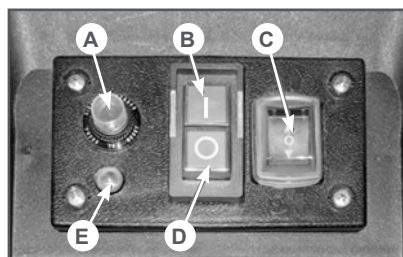

Рис. 2 Панель управления
2. Установите, нажатием на клавишу, переключатель С (Рис. 2) режима работы Вперед/Назад в положение Вперед.
3. Установите, нажатием на клавишу, электромагнитный выключатель В (Рис. 2) в положение ON «I» (ВКЛЮЧЕНО), электродвигатель включится.
Выключайте электродвигатель только, если измельчитель совершенно пуст. В противном случае при повторном включении может произойти блокировка фрезы. Для выключения измельчителя нажатием установите клавишу электромагнитного выключателя D (Рис. 2) в положение OFF «0» (ВЫКЛЮЧЕНО).
При блокировке отключается двигатель (выскакивает кнопка предохранителя A (Рис. 2), а электромагнитный выключатель устанавливается в положение OFF «0» (ВЫКЛЮЧЕНО).
- Включите кнопку A (Рис. 2).
- Нажатием установите клавишу C (Рис. 2) «Вперед / Назад» в положение Назад, чтобы изменить направление вращения фрезы.